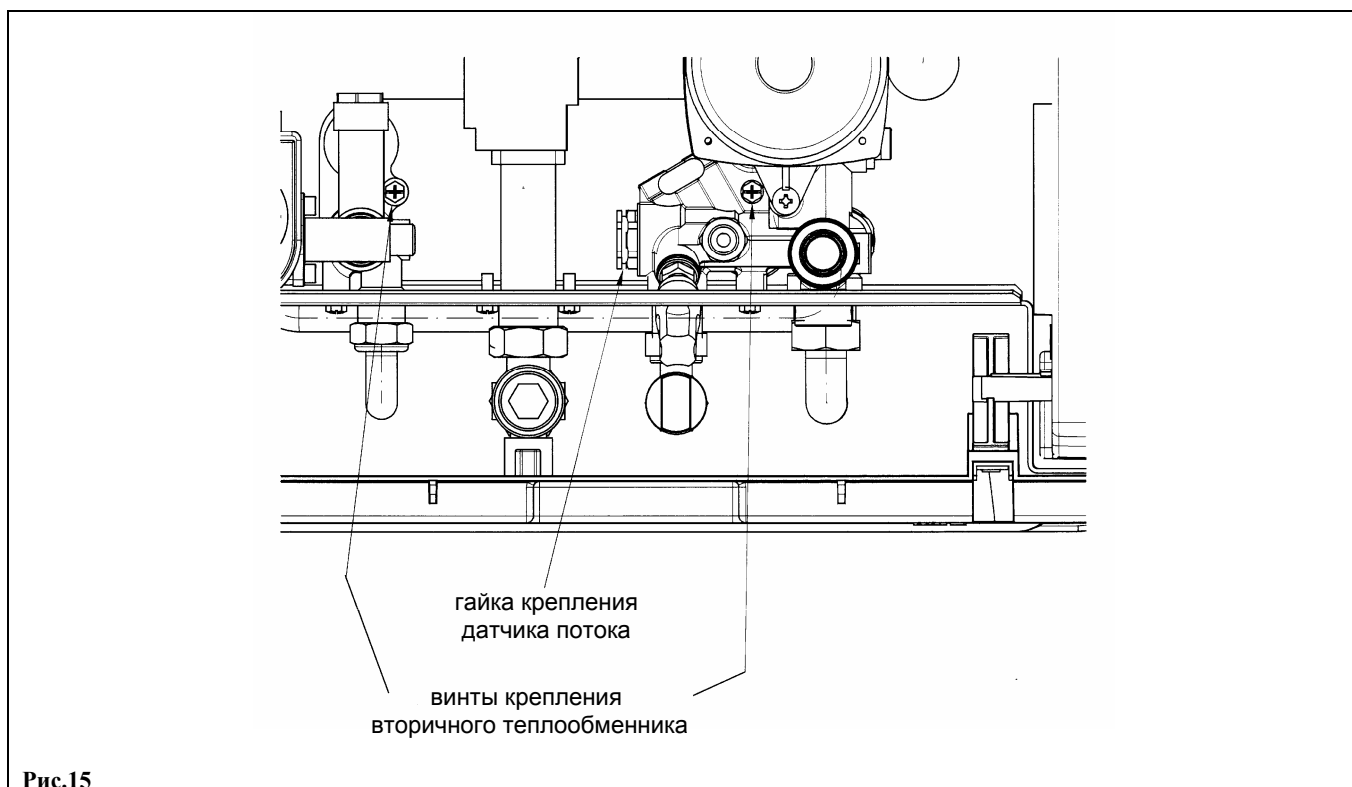

Рис.15
- отвинтите два винта (прямо перед вами), крепящие теплообменник ГВС, и выньте его (**рис.15**).
- отверните гайку на блоке датчика протока воды (рис.15);